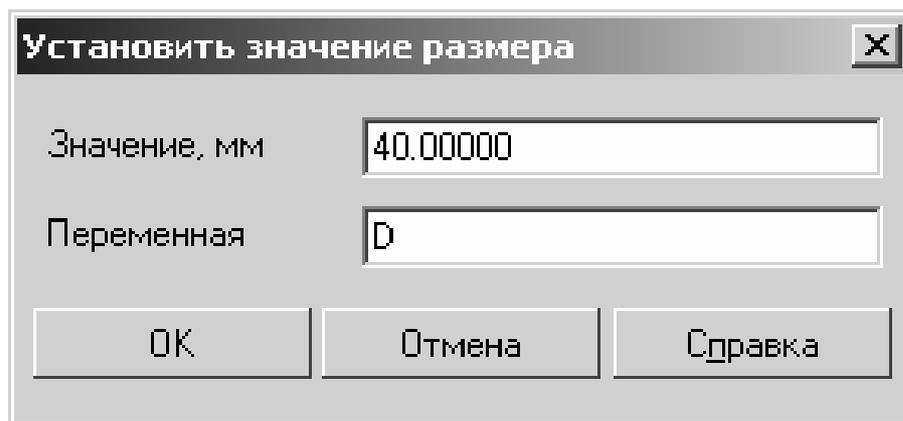
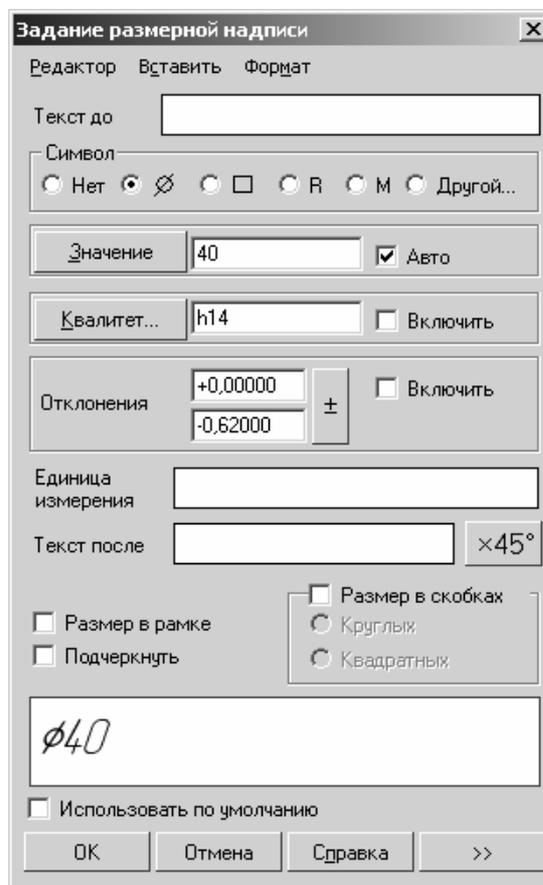

Рис. 34. Установка значения размера
Рис. 35. Задание размерной надписи
- 3.4. Нажмите кнопку «Размеры и технологические обозначения»  на панели инструментов выберите кнопку «Диаметральный размер» . Из контекстного меню выберите пункт «Текст ...». В окне «задание размерной надписи» снимите галочки в полях «Квалитет...» и «Отклонения» (рис. 35). Курсором выделите окружность и укажите положение диаметрального размера. В диалоге «Установить значение размера» в поле «Переменная» введите D (рис. 34).
- 3.5. Курсором выделите окружность и укажите положение диаметрального размера. В диалоге «Установить значение размера» в поле «Переменная» введите D (рис. 34).